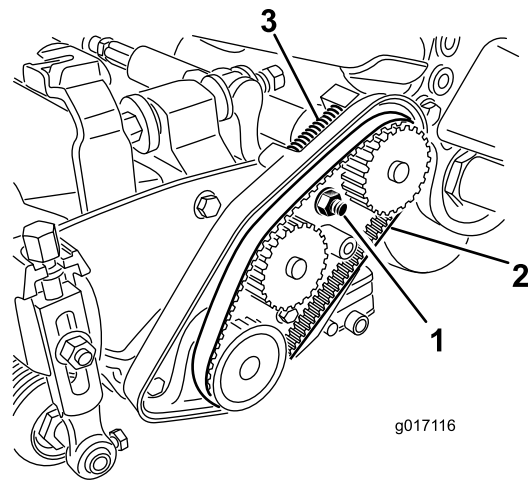

Рисунок 21
3. Ослабьте гайку корпуса подшипника (Рисунок 21).
5. Снимите ремень (Рисунок 21).
12. Убедитесь, что на ремень воздействует усилие от пружины сжатия (Рисунок 21).